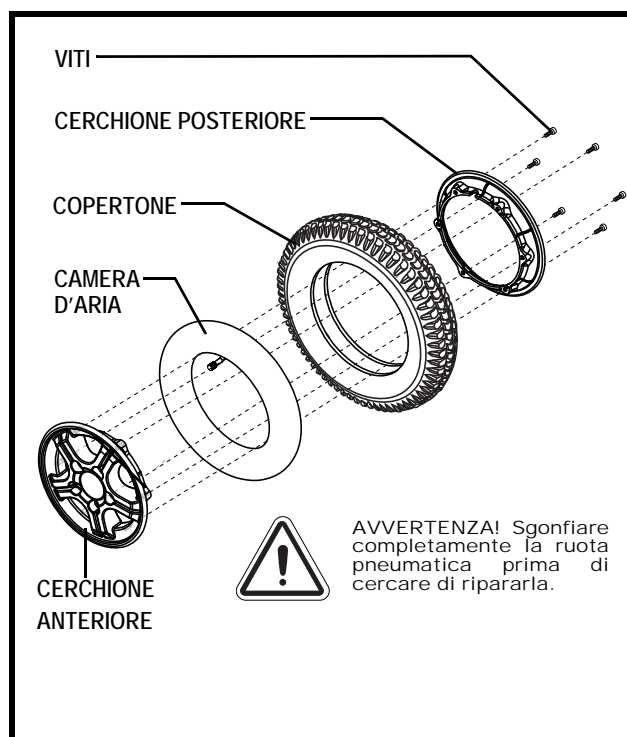

Figura 20. Ruota Motrice smontata
6. Rimuovere le viti che fissano le due metà del bordo insieme. **Vedere figura 20.**
7. Rimuovere la vecchia camera d'aria dal pneumatico e sostituirla con una nuova o sostituire tutto il gruppo in caso di ruota solida. **Vedere figura 20.**